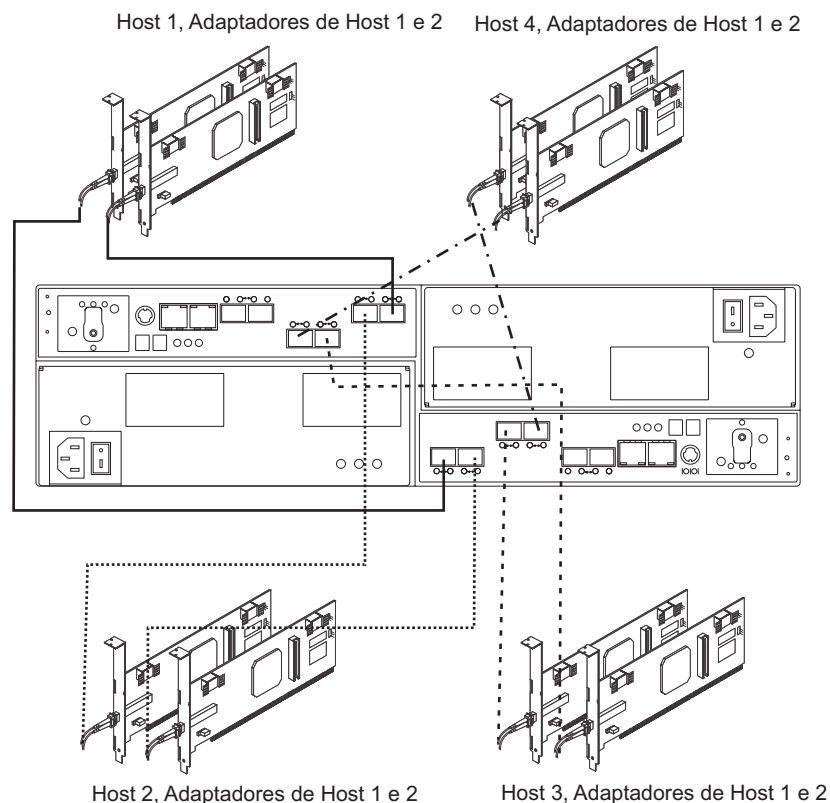

Figura 55. Diagrama de Cabeamento para Duas Conexões de Host Redundantes
3. Repita as etapas 1 na página 87 e 2 para cada conexão de host redundante adicional. Você pode criar duas conexões de host redundantes para o subsistema de armazenamento DS5020, conforme mostrado na Figura 55 na página 89, ou um máximo de quatro conexões de host redundantes (não mostradas). Com quatro conexões de host redundantes, você pode ter uma conexão com um adaptador de barramento de host Fibre Channel do DS5020 ou as portas do comutador Fibre Channel.